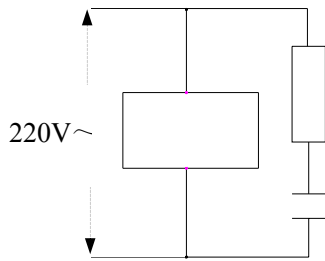
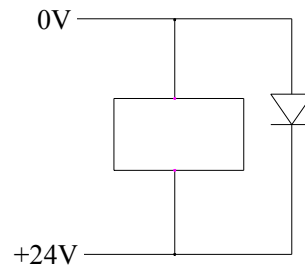
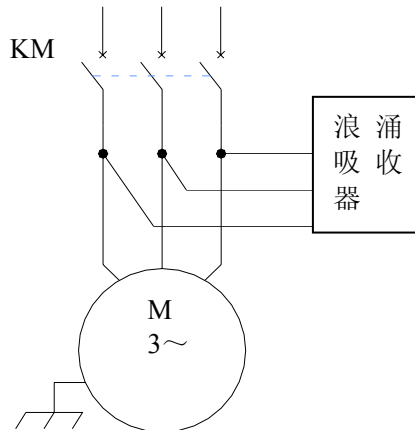

图 1-3
图 1-4
图 1-5
- 3、抑制干扰：在交流线圈两端并联 RC 回路(如图 1-3)，RC 回路安装时要尽可能靠近感性负载；在直流线圈的两端反向并联续流二极管（如图 1-4）；在交流电机的绕组端并接浪涌吸收器（如图 1-5）。